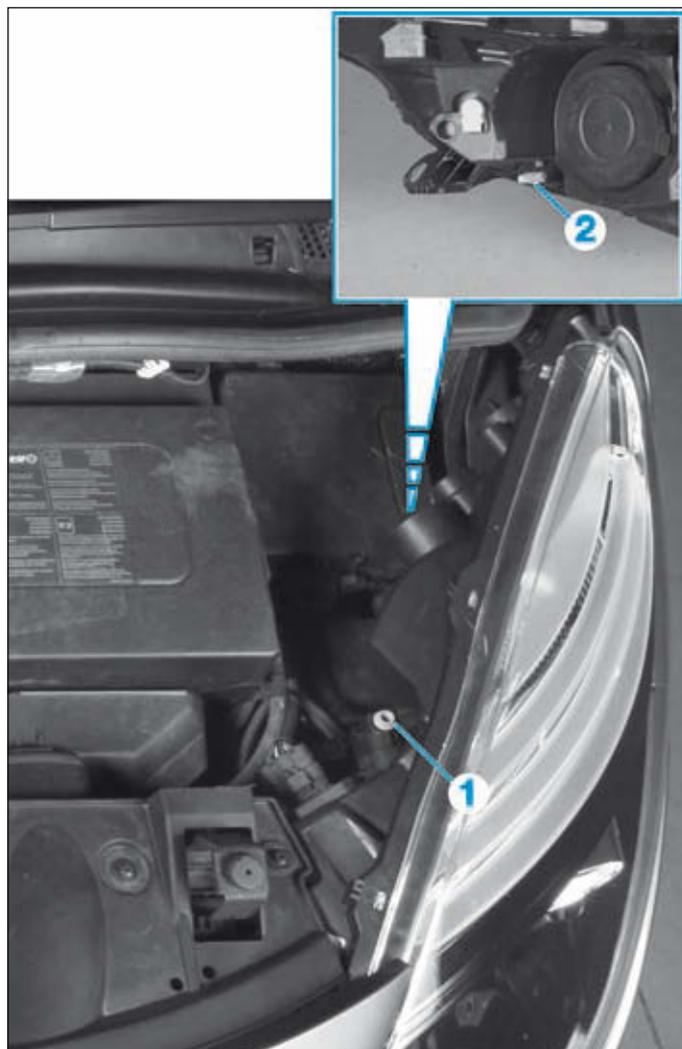

FIG.56
- Corriger le réglage vertical du projecteur (site) en agissant sur la vis (1) (Fig.56).
- Corriger le réglage horizontal du projecteur (azimut) en agissant sur la vis (2).